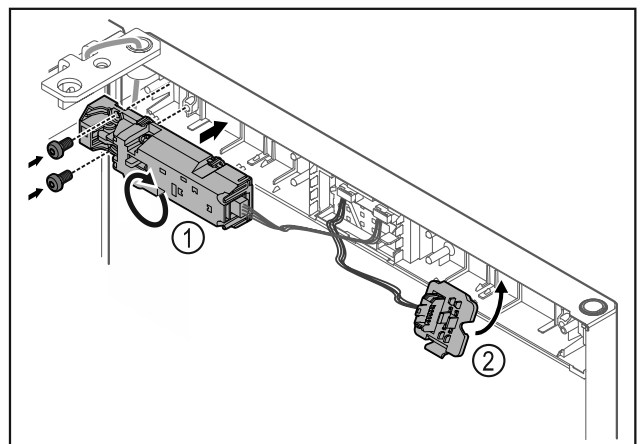

Fig. 24
- ▶ Drei fjernlåsen Fig. 24 (1) 180° grader og fest den på motsatt side.
- ▶ Sett pluggholderen Fig. 24 (2) fast på motsatt side.